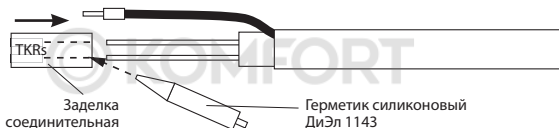

Рис. 5
5.1.5. Заполнить соединительную заделку герметиком и надвинуть ее на токопроводящие жилы и изолированную матрицу нагревательного кабеля до экранирующей оплетки (см. рис. 5).